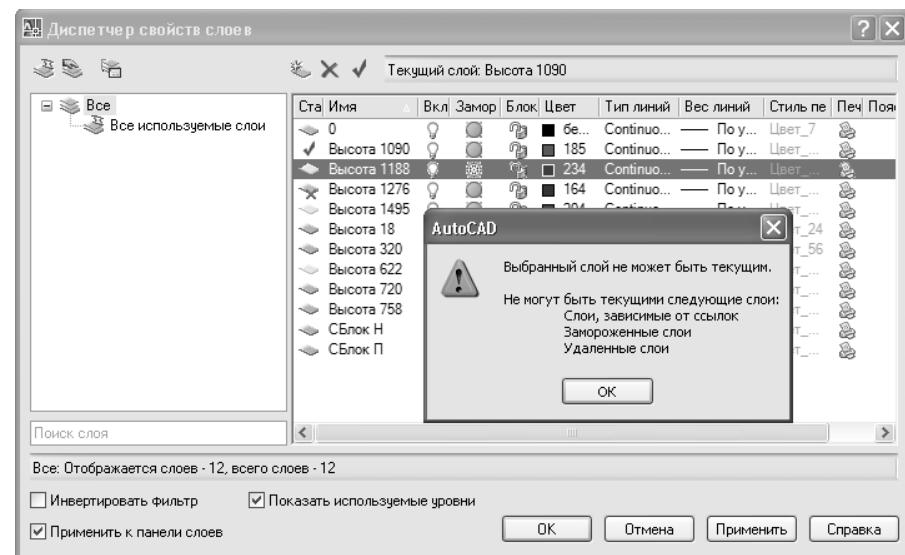

Рис. 6.47 ▼ Сообщение о невозможности удаления слоя
- Выделите слой **Высота 1188** и щелкните на кнопке **Удалить слой** (Delete Layer) или нажмите **Alt+D**. В этот раз на пиктограмме слоя изображение красного крестика не появится – вместо этого AutoCAD откроет окно сообщения (рис. 6.47). Смысл этого сообщения сводится к тому, что AutoCAD не позволяет удалять нулевой слой и специальный слой **Defpoints**; слой, являющийся текущим; слои, определенные во внешних ссылках (подробнее о внешних ссылках мы поговорим в главе 12); слои, на которых имеется хотя бы один объект. Последнее как раз и относится к слою **Высота 1188**, поскольку на нем имеются созданные нами ранее объекты.